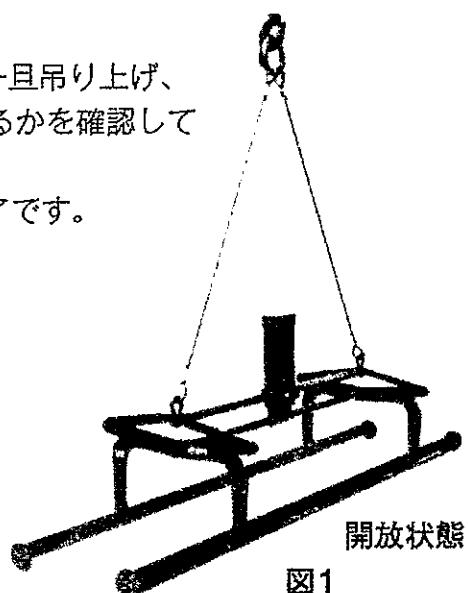

図1
(1) クランプをクレーンフックに掛け一旦吊り上げ、図1のような開放状態になっているかを確認して下さい。
再度吊り上げると前ページの図1のようく開放状態になります。